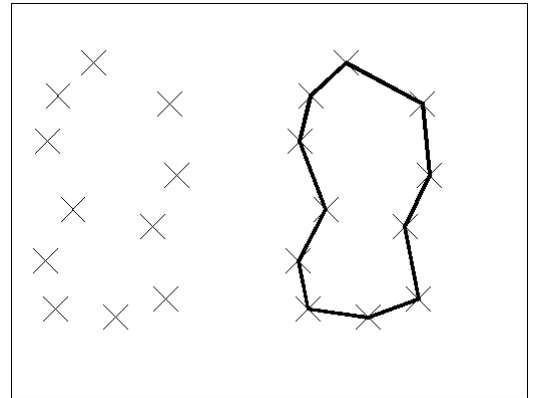

Fig.4.39
- 2 Désigner l'emplacement du ou des points (fig.4.39).